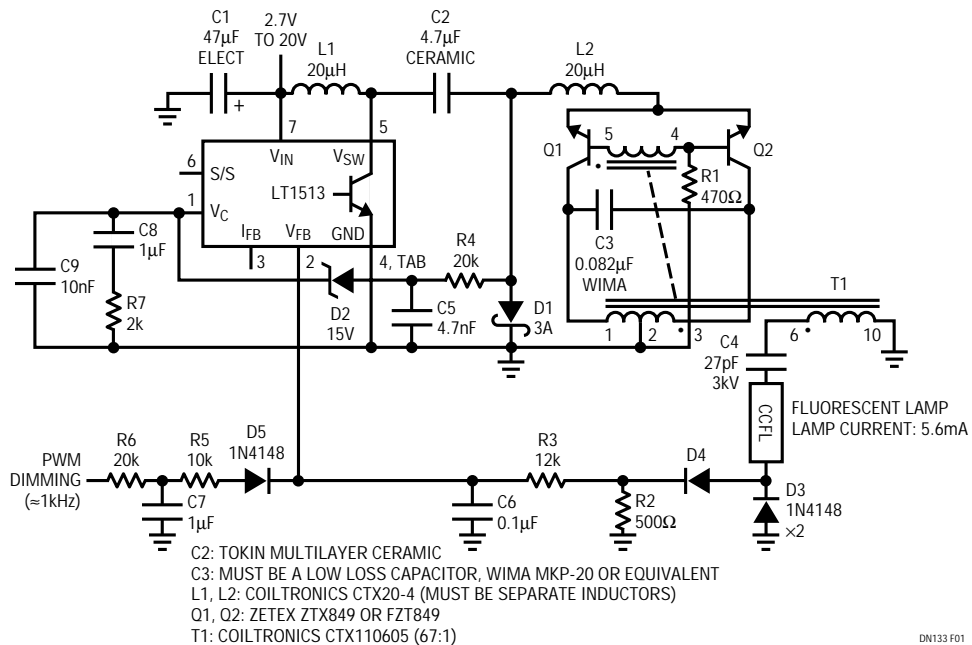
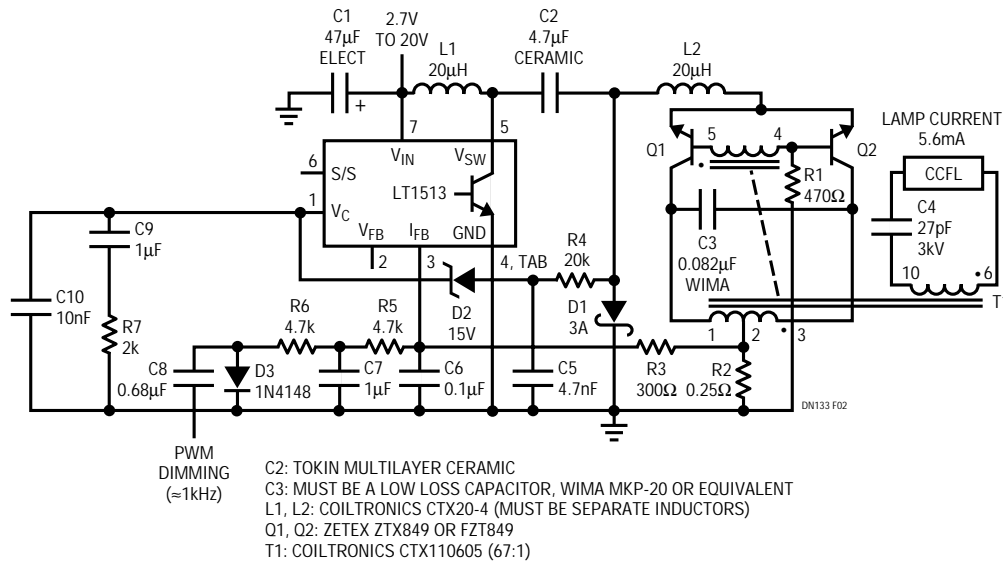

図1. 2.7Vで動作する接地ランプ構成のCCFL電源
図2 . 2.7Vで動作するフローティング・ランプ構成のCCFL電源
図1および図2に、LT[®]1513スイッチング・レギュレータで駆動するRoyer級、自己発振正弦波コンバータで構成されるCCFL電源を示します。これらの回路は特に低電圧動作に適しており、最小2.7Vから最大20Vまでの入力電圧に対する動作が保証されています。高電圧出力安定化Royerコンバータは90%の効率が可能ですが、低電圧動作には不向きであり、5V以下の入力電圧での動作が困難です。ここに示す回路は、70%を超える効率を実現しながら、この限
ここでは、2つのCCFLドライバを示します。最初のドライバ (図1) はランプの一端を駆動し、他端は実質的に接地されます。ランプの電流はランプのローサイドで直接センスされ、D4で半波整流されて、R2両端に帰還電圧を生成するのに使用されます。この帰還電圧は、R3とC6によりフィルタされて、 V_{FB} ピン (2) をドライブし、帰還ループが完結します。ランプのRMS電流は厳密に安定化され $2.82V/R2$ に等しくなります。
大容量をもつ一部のディスプレイでは、フローティング・ランプ・ドライブにより全体的な効率を向上させることができます。図2に示すフローティング・ランプ回路の動作は、トランスの2次側と使用されている帰還方式を除いて、接地ランプの動作に似ています。この回路では、Royer入力電流をセンスし安定化することにより、ランプ電流が制御されます。この電流はR2でセンスされ、R3とC6でフィルタされてからLT1513のI_{FB}ピン(3)に送られて、帰還ループが完結します。I_{FB}ピンでの所要センス電圧は-100mVです。実際のランプ電流ではなくRoyer入力電流が安定化されるので、図2のレギュレーションは図1の場合ほど厳密ではありません。
両方の回路とも、ランプ電流を低く調整してランプを調光することができます。5Vパルス幅変調(PWM)された1kHz信号または可変DC電圧により、全範囲の調光が可能です。図1では100%デューティ・サイクルはランプの最小輝度となり、図2では100%デューティ・サイクルはランプの最大輝度になります。